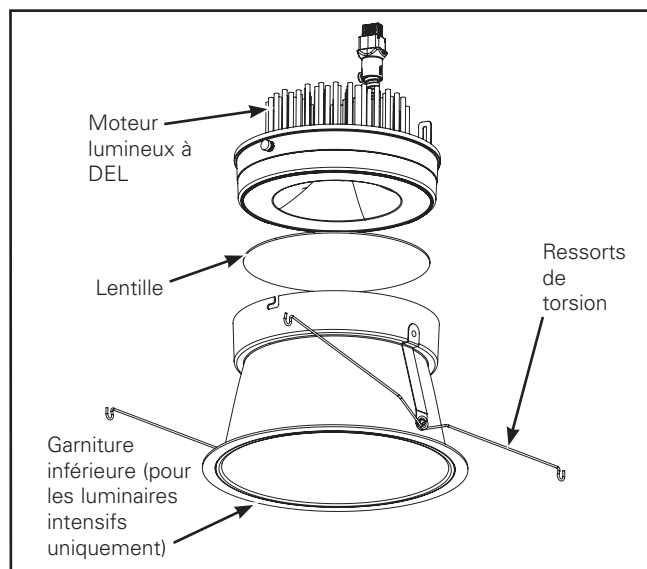

Figure 4. Assemblage de la bague de garniture et de la garniture inférieure
1. Retirez le réflecteur de son emballage de protection. Retirez le moteur lumineux à DEL de son emballage de protection. (Figure 4.)